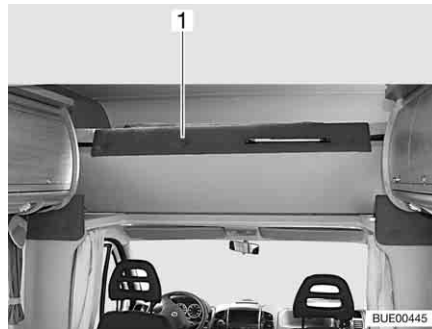

Fig. 111 Cama de alcoba, plegada hacia arriba
- Plegar hacia arriba la cama de alcoba (Fig. 111,1) delante. La cama de alcoba se mantiene en la posición superior mediante resortes por presión de gas.